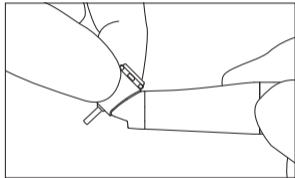

Fig. 5
- 5) Après l'arrêt de la rotation de la pièce à main, touchez la tête de la pièce à main pour confirmer qu'elle ne chauffe PAS anormalement (Fig. 5).